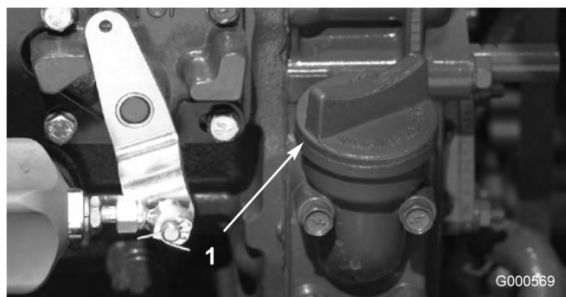

Figura 14
4. Se o nível de óleo se encontrar abaixo da marca FULL, deverá retirar a tampa de enchimento (Figura 14) e adicionar óleo até que o nível atinja a marca desejada. **Não encha demasiado.**